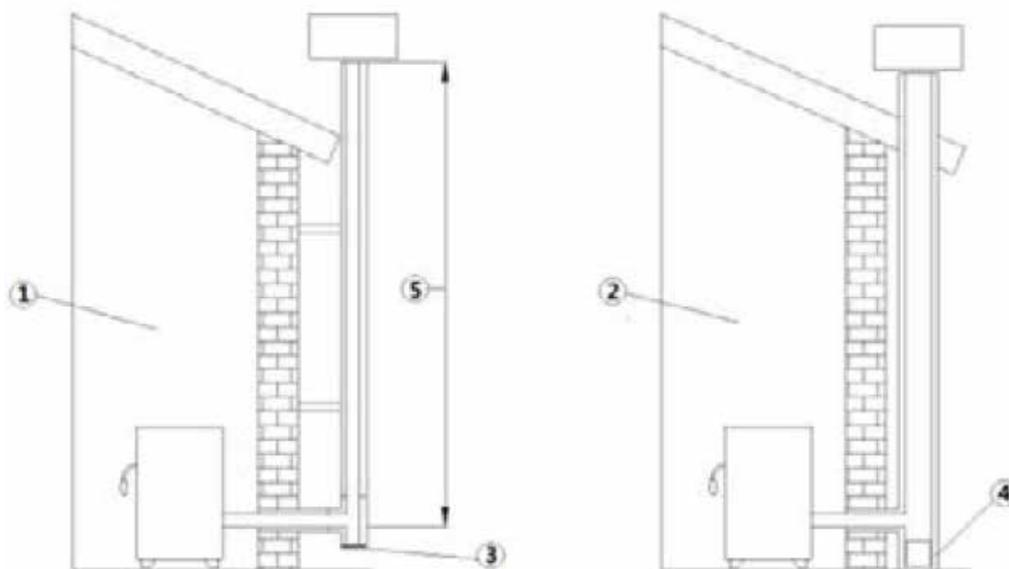

Fig. 1 - Canne fumarie
- La canna fumaria deve essere singola (vedi **Fig. 1**) con tubi inox isolati (1) o su canna fumaria esistente (2).
- Entrambi le soluzioni devono avere un tappo d'ispezione (3) e/o portina d'ispezione (4)